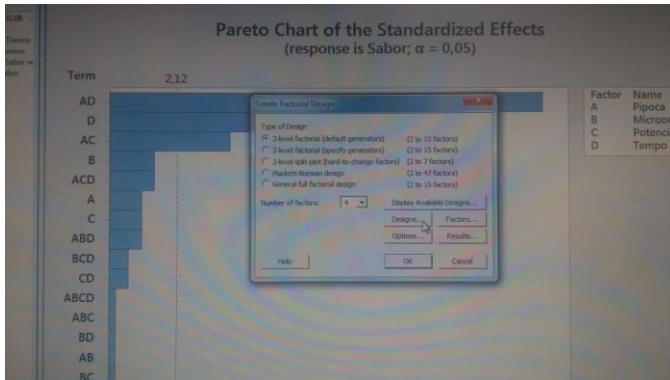

Figura 6 – Janela “Create Factorial Design...”.
- 6- Ao clicar “OK” volta para a janela “Create Factorial Design...” da Figura 6 abaixo. Clicar “OK”. E voltará para a Planilha de dados já pré preenchida com a sequência de ensaios e na quantidade de ensaios pré definida, no nosso caso serão 32 ensaios.